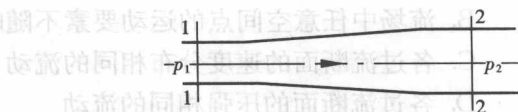

图 10-7
11. 水平放置的渐扩管如图 10-7 所示,如忽略水头损失,断面形心点的压强的关系是( )。